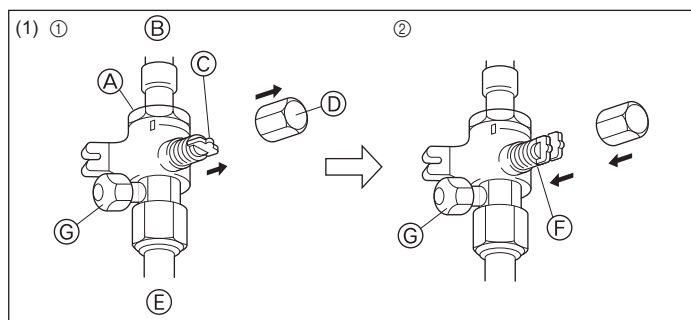
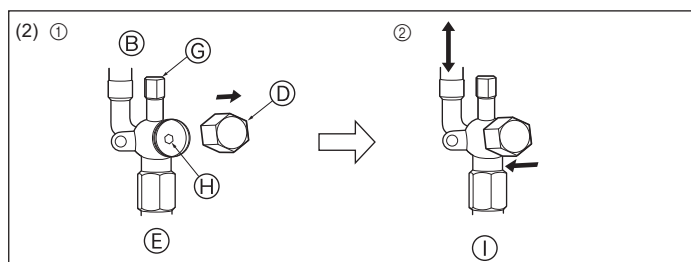

Fig. 4-6
Fig. 4-7
(1) Πλευρά αερίου (Fig. 4-6)
① Βγάλτε το καπάκι, τραβήξτε τη λαβή προς την πλευρά σας και περιστρέψτε κατά το 1/4 της στροφής προς τα αριστερά για να ανοίξει.
② Βεβαιωθείτε ότι η βαλβίδα διακοπής είναι εντελώς κλειστή, πιέστε μέσα τη λαβή και περιστρέφοντας επαναφέρατε το καπάκι στην αρχική του θέση.
(2) Πλευρά υγρού (Fig. 4-7)
① Βγάλτε το καπάκι και περιστρέψτε το στέλεχος της βαλβίδας προς τα αριστερά έως το τέρμα χρησιμοποιώντας ένα εξαγωνικό κλειδί 4 mm Σταματήστε να περιστρέψετε έως ότου φτάσει στον αναστολέα. (θ6,35: Περίπου 4,5 στροφές) (θ9,52: Περίπου 10 στροφές)